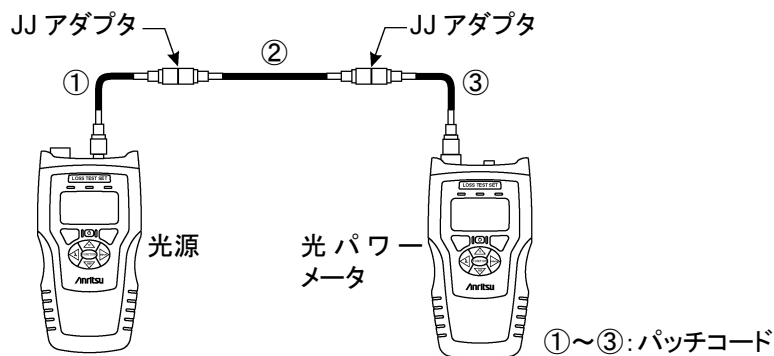

図 3.5-1 接続方法
- 図 3.5-1 で、JJ アダプタに挟まれた②のパッチコードを取り外します。